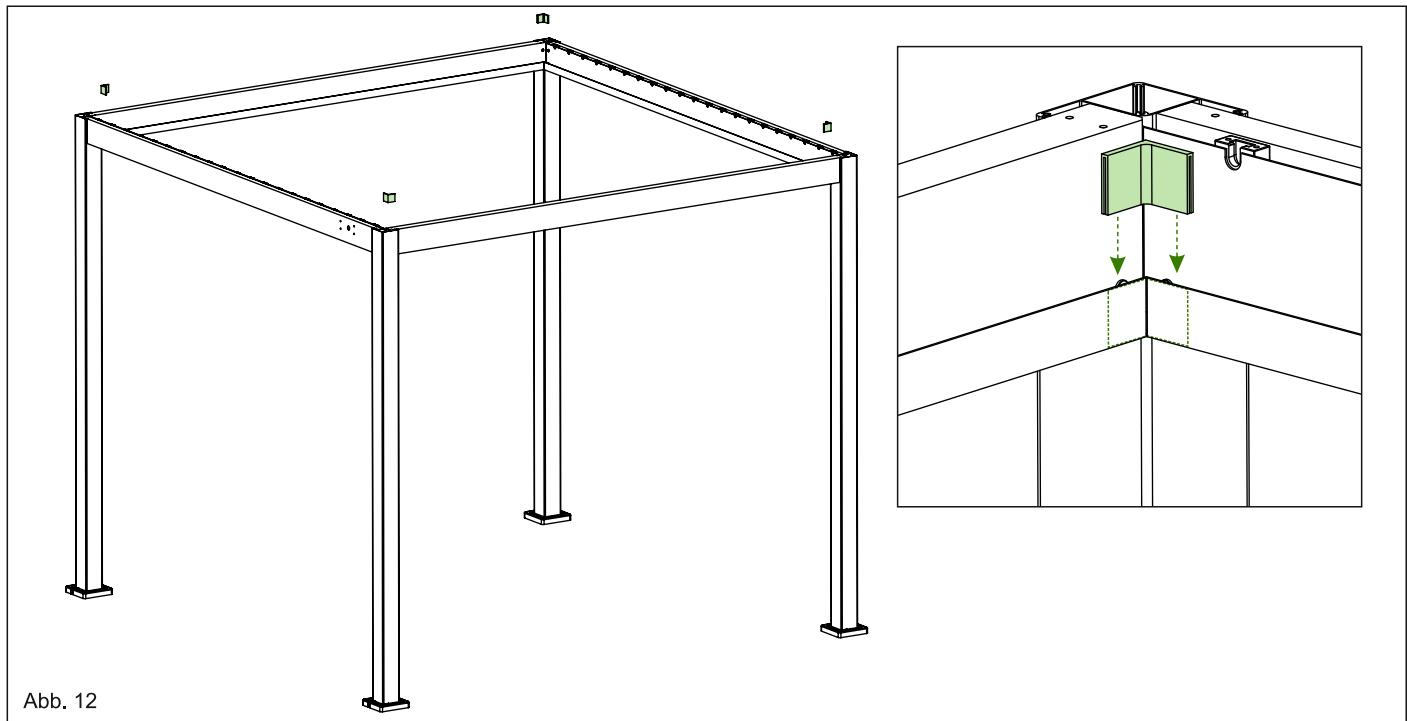

Abb. 12
5.1. Schieben Sie die Rinnendichtungen über die Rinnennecken und dichten Sie die Innenseite der Rinden-dichtung mit Silikondichtmittel (nicht im Lieferumfang) ab. Siehe Abb. 12, 13.